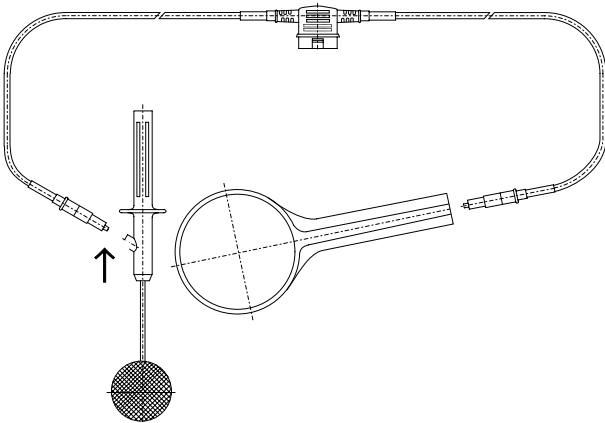

Bild 18-2. Gegenelektrode für interne Defibrillation
- *Beschädigung der Leitung — Trennen Sie vor dem Sterilisieren dieser Elektroden die Leitung von den Elektroden (Pfeil, Bild 18-2).*
- Vor dem Reinigen und Sterilisieren lösen Sie die Elektrode von der Anschlußleitung (Bild 18-2).